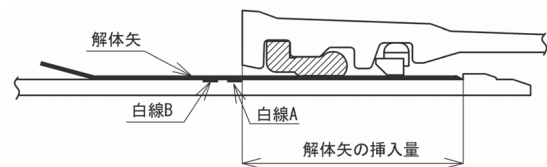
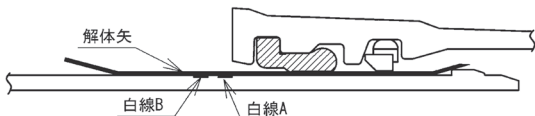
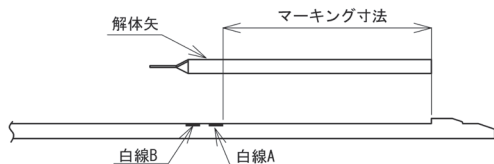

図97 正常に解体矢を挿入した状態
図98 解体矢の挿入が異常な状態
図99 解体矢のマーキング位置
- (3) 図98のように①挿入量が足りない状態、②挿入し過ぎた状態では解体できない。解体矢には図99に示すようにマーキングし、マーキングが白線位置と一致するまで解体矢を打ち込み、図97の正常な状態となるようにする。